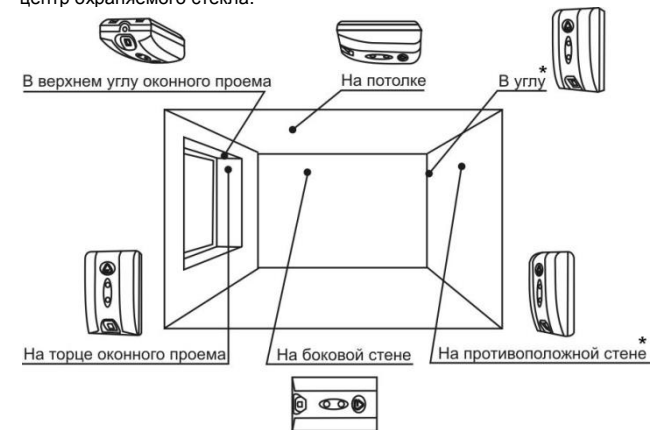
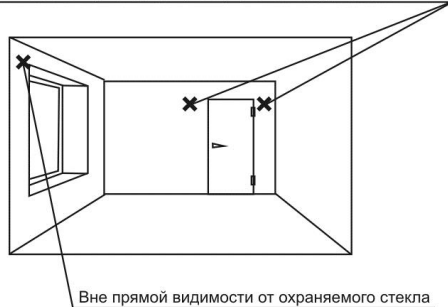

Рис.2 Возможные варианты установки извещателя
Рис.3 Запрещенные места установки
- Извещатель может быть установлен на стене, потолке или на торце оконного проёма (рис.2).
Для надёжной работы настоятельно рекомендуется устанавливать извещатель как можно ближе к охраняемому окну, например на оконном проеме. Рекомендуемые места установки показаны на рис.2. Запрещенные места установки показаны на рис.3.